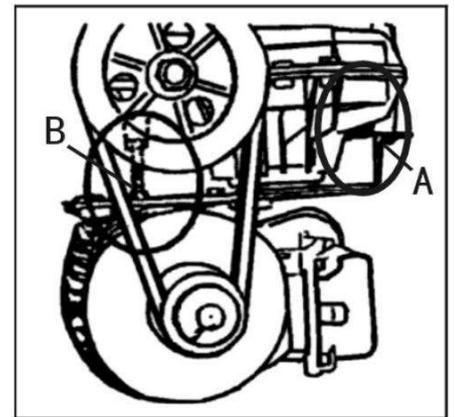

図 30
- ・トランスミッションベルトの張力を定期的にチェック、調整します。ベルトのテンションは、A と B の位置にある調整ナットで調整を行います。(図 30)